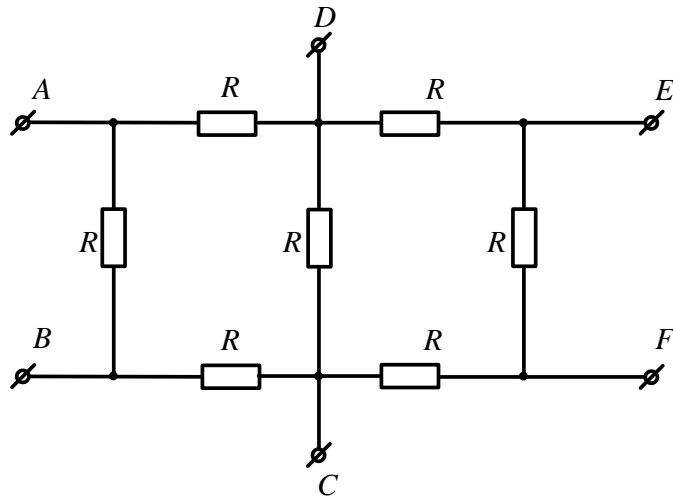

Рисунок 8
**Задача 3.** В схеме (рис.8) значения сопротивлений резисторов одинаковы и равны  $R=10 \text{ Ом}$ . Определить в общем виде значения сопротивлений между зажимами АВ, АС, АД, СD, АF.